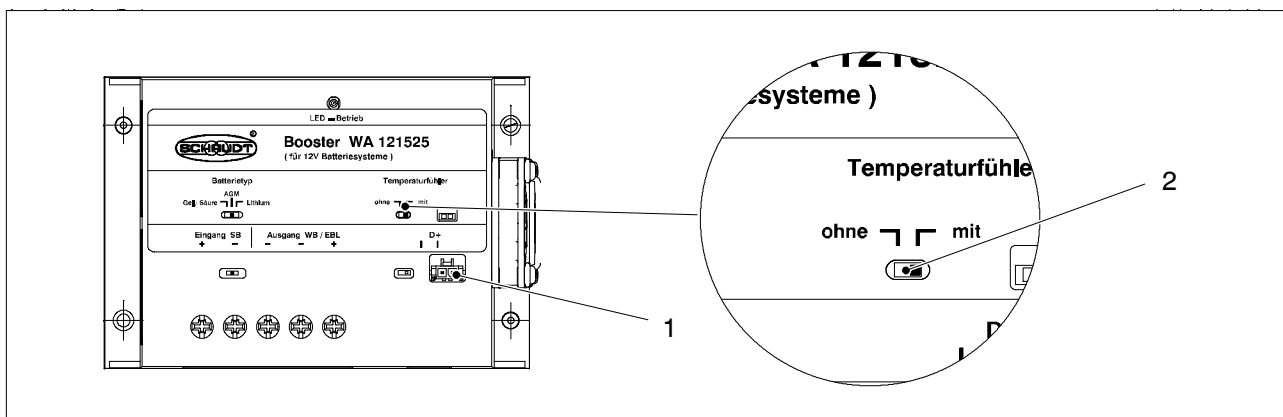

Bild 6 Temperaturfühler: Anschluss und Einstellung
- Stecker am Booster einstecken (Bild 6, Pos 1).
- Schiebeschalter am Booster einstellen (Bild 6, Pos 2):
Bei angeschlossenem Temperatursensor: Kabel des Sensors unterbrochen.	Stecker Temperaturfühler abziehen und Schalter Bild 6 Pos. 2 in Position "ohne" stellen; danach Kundendienst aufsuchen.